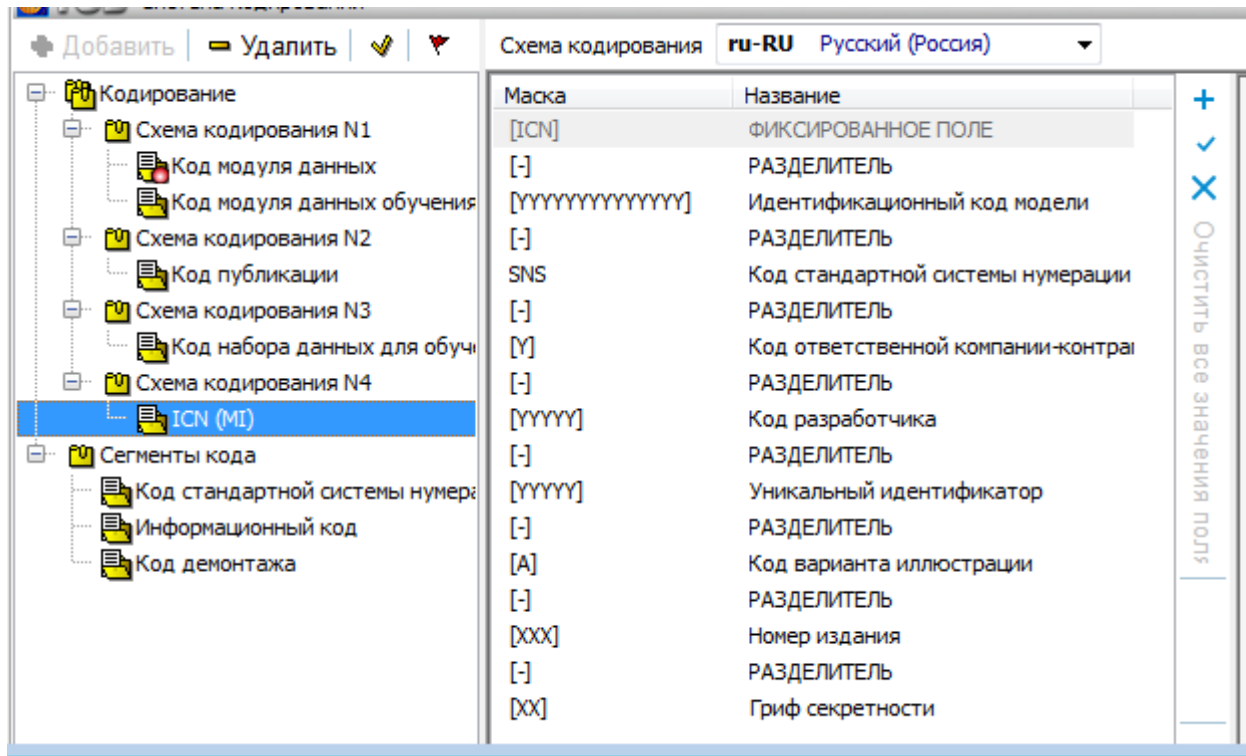

Рис. 2.55
- идентификационный код модели (MI) (от 2 до 14 буквенно-цифровых символов);
- уникальный идентификатор (UI) (5 буквенно-цифровых символов);
- код варианта иллюстрации (VC) (1 буквенный символ);
- номер издания (IN) (три цифры с начальными нулями);
- гриф секретности (SC) (2-значное число).
Для кода иллюстраций и элементов мультимедиа создана схема кодирования N4 и её вариант «ICN (MI)», как описано в разделе 2.2 «Создание новой схемы кодирования» (Рис. 2.55).